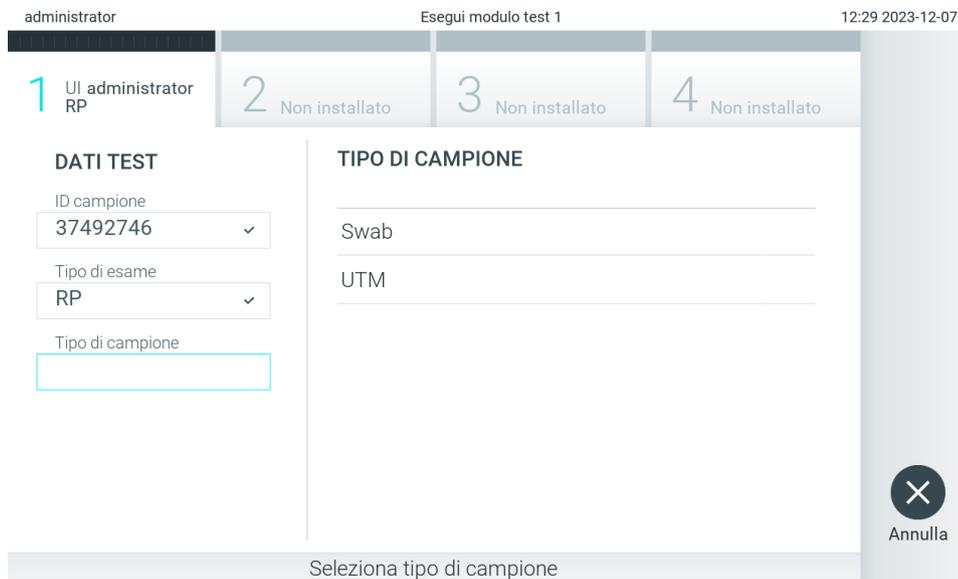

Figura 88. Selezione del tipo di campione.
5. Il campo Assay Type (Tipo di esame) sarà popolato automaticamente e, se necessario, dovrà essere selezionato manualmente un Sample Type (Tipo di campione) dall'elenco (Figura 88).
3. Quando richiesto, eseguire la scansione del codice a barre dell'ID campione utilizzando il lettore di codici a barre integrato nel modulo operativo (Figura 88)